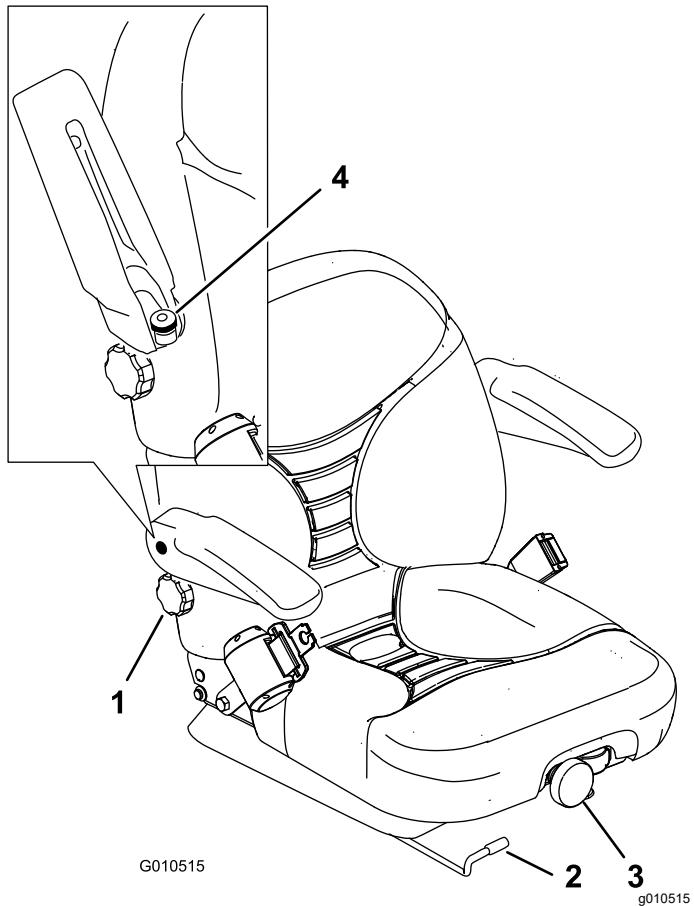

Figura 32
1. Spostate lateralmente la leva per sbloccare il sedile (Figura 32).
Per regolarla, ruotate la manopola anteriore in una delle direzioni per ottenere il miglior comfort (Figura 32).
Per regolarlo, ruotate la manopola sotto il bracciolo destro in una delle direzioni per ottenere il miglior comfort (Figura 32).
Sollevate il bracciolo e ruotate la manopola nella direzione opportuna fino ad ottenere il comfort ottimale (Figura 32).